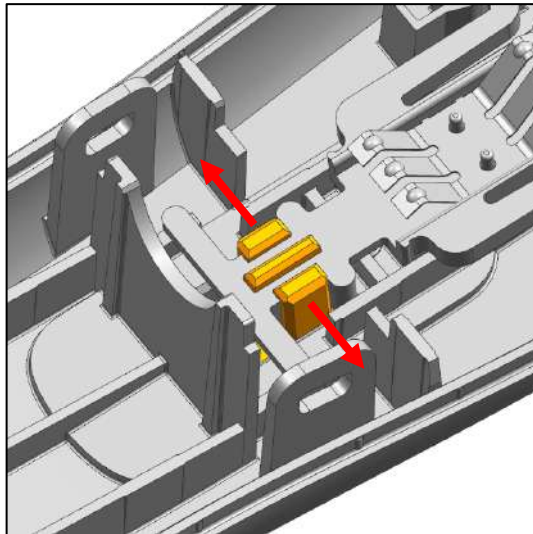
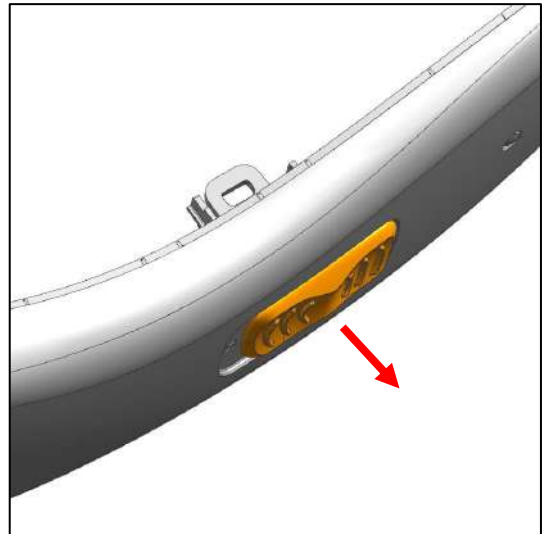

Abb. 10
Abb. 11
- a) Schieben Sie die Haken des Schaltschiebers nach außen (Abb. 10) und entnehmen Sie den Schaltschieber nach unten (Abb. 11).